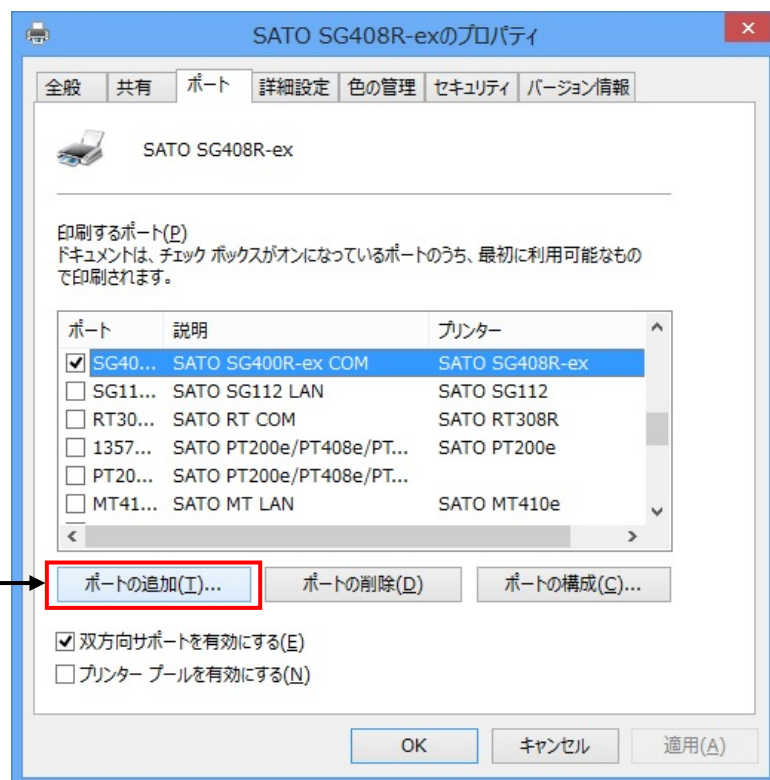

図 1. 14. 1. 3 「ポート」画面
- (4) 「SATO SG400R-ex ... Port Monitor」の中から、ご使用になる接続先デバイスに対応したものを選択し「新しいポート(P)…」ボタンをクリックしてください。図 1. 14. 1. 5～図 1. 14. 1. 7 に示すように、追加するポートに対応した画面が表示されます。